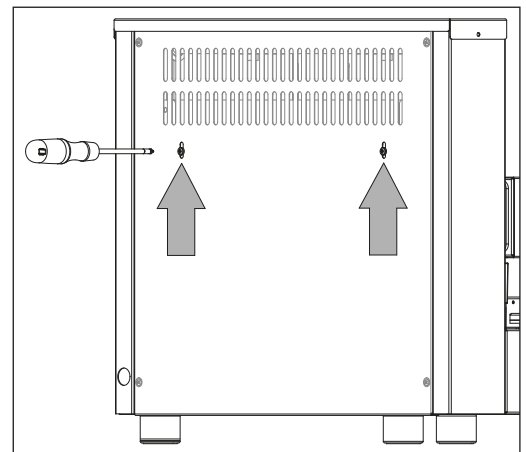

Bild. 1
- Bevor das Gerät installiert wird, schrauben Sie die zwei Schrauben auf der Rückseite aus (Bild 1).